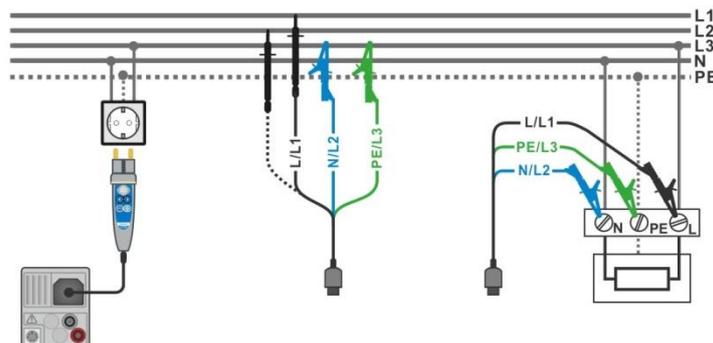

Abbildung 7.39: Phase-Nullleiter- oder Phase-Phase-Messung der Leitungsimpedanz - Anschluss des Commander-Prüfsteckers und der 3-Leiter-Messleitung
- › Schließen Sie die Prüflleitungen oder den Commander Prüfstecker am Prüfling an, siehe **Abbildung 7.39**.